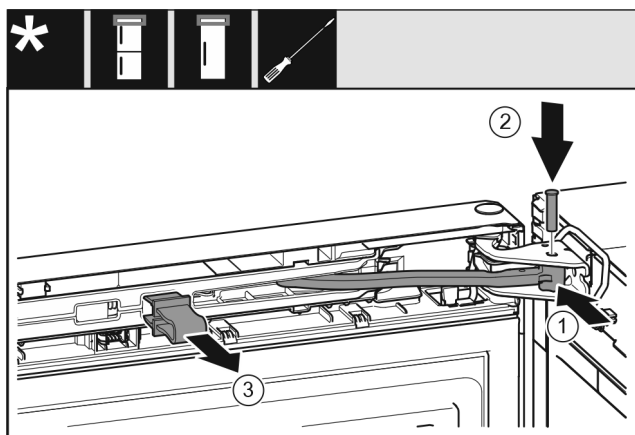

Fig. 30
- ▶ Περιστρέψτε την άρθρωση Fig. 30 (1) στο στήριγμα.
- ▶ Τοποθετήστε τον πείρο Fig. 30 (2) στο στήριγμα και στην άρθρωση. Βεβαιωθείτε ότι το έκκεντρο ασφάλισης εφαρμόζει σωστά στην εγκοπή.
- ▶ Αφαιρέστε την ασφάλεια Fig. 30 (3).